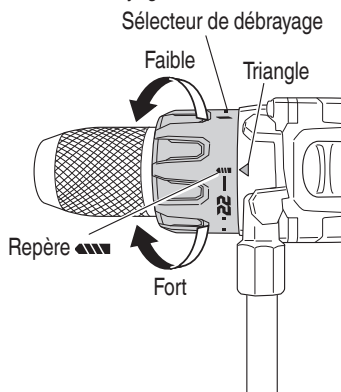

Fig. 16
7. Vérification de la position du sélecteur de débrayage (Voir Fig. 16).
- (2) Indication du couple de serrage (Voir la Fig. 16, 18)
- (3) Réglage du couple de serrage (Voir Fig. 16, 18)